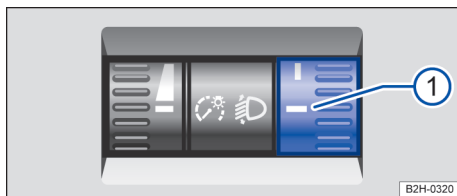

Fig. 79 Ao lado do volante: regulador da regulagem de alcance do farol ①.
- Girar o regulador Fig. 79 ①¹⁾ para a posição necessária (no exemplo, estado de carregamento do veículo):